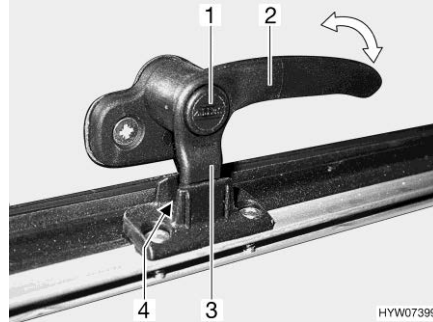
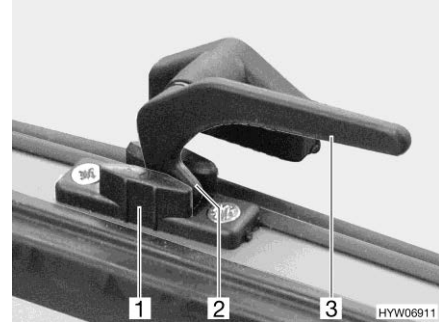

Fig. 71 Leva di serraggio con bottone di sicurezza in posizione "Aerazione continua"
Fig. 72 Leva di serraggio in posizione "Aerazione continua"
- In posizione di "Aerazione continua" (Fig. 71 e Fig. 72)
- Se presente, premere e tenere premuto il bottone di sicurezza (Fig. 71,1).
- Ruotare tutte le leve di serraggio (Fig. 71,2 o Fig. 72,3) di un quarto di giro verso il centro dell'oblò.
- Girare nuovamente all'indietro tutte le leve di serraggio. Contemporaneamente riportare il nasello di chiusura (Fig. 71,3 o Fig. 72,2) nella rientranza del bloccaggio dell'oblò (Fig. 71,4 o Fig. 72,1).